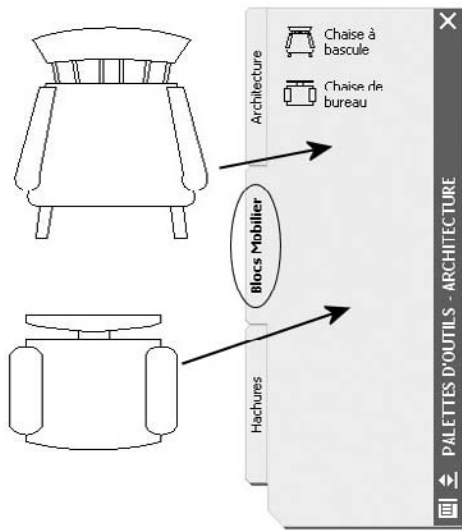

Fig.7.16
- 5 Glisser et déposer le bloc dans la palette (fig.7.16).